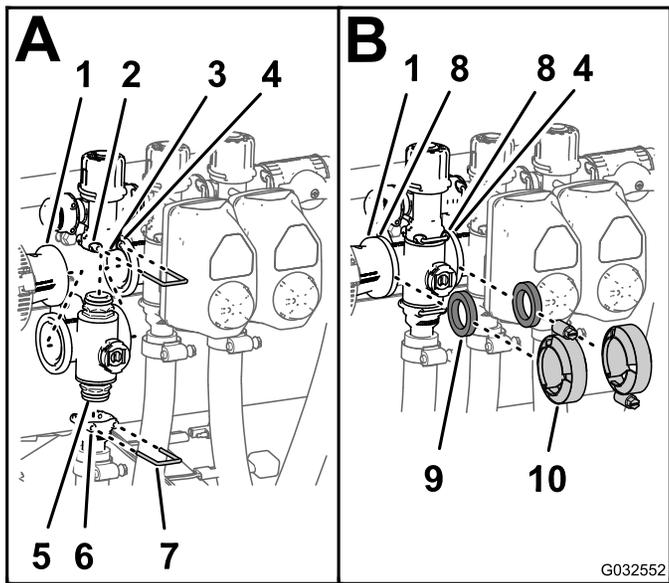

Figura 116
2. Prenda a união do tampão à união de derivação ao inserir uma fixação na entrada da união de derivação (**Figura 116 A**).
3. Monte a união de saída na união do tampão inferior da válvula do coletor (**Figura 116 A**).
4. Prenda a união do tampão à união de saída ao inserir uma fixação na entrada da união de saída (**Figura 116 A**).
5. Alinhe uma junta entre as flanges do acoplador de redução e do coletor da válvula de secção (**Figura 116 B**).
6. Monte o acoplador de redução, junta e coletor da válvula de secção com uma braçadeira bem apertada à mão (**Figura 116 B**).
7. Se instalar as 2 válvulas de secção mais à esquerda, alinhe uma junta entre as flanges dos 2 coletores da válvula de secção adjacentes (**Figura 116 B**).
8. Monte os 2 coletores da válvula de secção adjacentes e a junta com uma braçadeira e aperte bem à mão (**Figura 116 B**).
1. Insira a união do tampão superior da válvula do coletor na união de derivação (**Figura 116 A**).